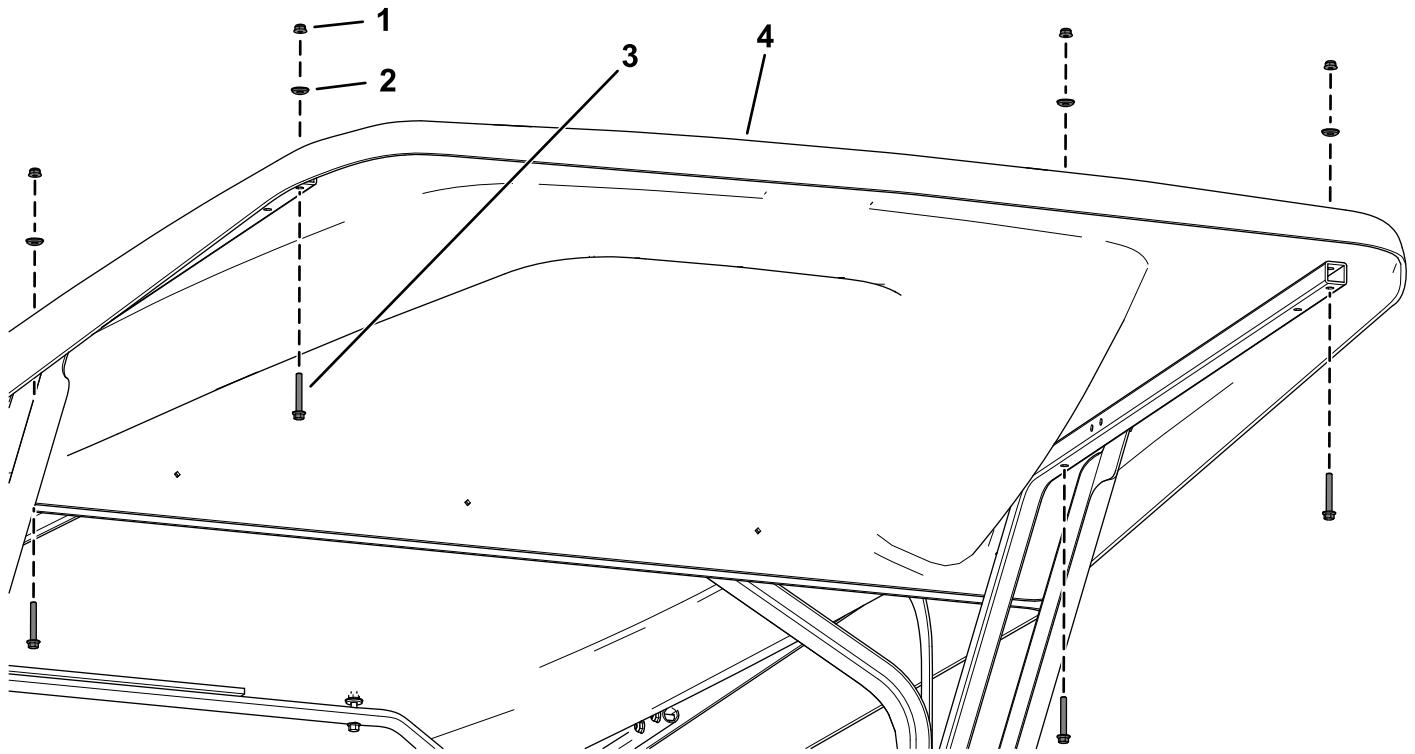

Figure 5
2. Fixez le prolongement d'abri au moyen de 4 boulons à embase ($\frac{1}{4}'' \times 1\frac{3}{4}''$), 4 rondelles d'étanchéité et 4 contre-écrous ($\frac{1}{4}''$), comme montré à la Figure 5.